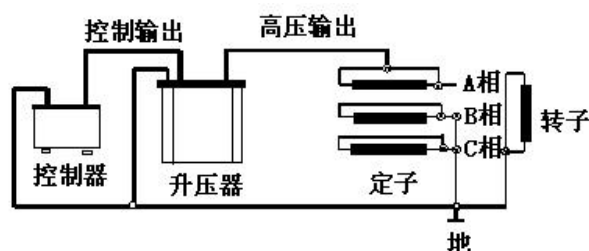

图 8 测量定子的某相连线图
2、连线方法：试验时应分相进行，被试相加压，非被试相短接接地。如图 8 所示